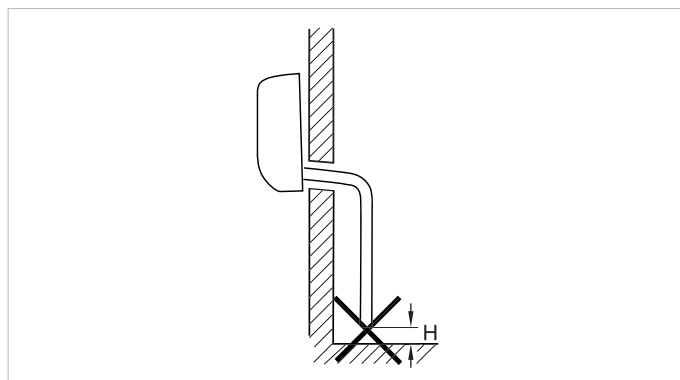

Fig. 9.4 Distance minimum au sol.
- Installer la conduite de condensats de manière à ce que la distance au sol de son extrémité ouverte soit au minimum de 5 cm (cf. figure 9.4).